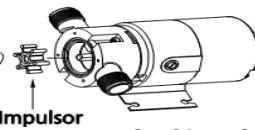

Figura 6 – Instala el impulsor
- Para facilitar la instalación del impulsor, grasa ligeramente el interior de la bomba con grasas de iones de litio (ver Figura 6). Otros tipos de grasa puede dañar el impulsor.